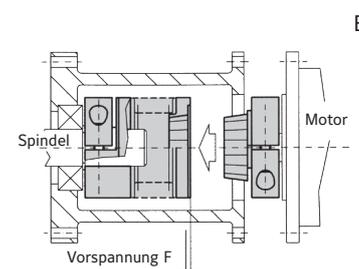

Bild 17
Wichtig! Vor der Montage muss das Einbaumaß der Metallbalgkupplung festgelegt werden, damit nach dem Ineinanderstecken die Vorspannung F erreicht wird (Bild 17). Metallbalgkupplung spielfrei, ohne axialen Druck ineinander stecken. Messen Sie nun die gesteckte Länge A der Metallbalgkupplung und legen Sie das Einbaumaß unter Berücksichtigung der Vorspannung (F) nach Tabelle 1 fest. Den Metallbalg mit einteiliger Nabe und die steckbare Kupplungsnahe mit glasfaserverstärktem Kunststoff auf die Wellenstümpfe aufschieben, bei dem Modell MK6 bis zur Nabenanlage in die Hohlwelle einführen. Bei richtiger axialer Position Befestigungsschrauben mittels Drehmomentschlüssel auf die in Tabelle 1 angegebenen Anzugsmomente anziehen. Kupplungshälften ineinander stecken. Synchronsteckung (S), bzw. Mehrfachsteckung (M) (Bild 16) beachten. Die vor der Montage festgelegte Vorspannung (F) des Metallbalges muss deutlich spürbar sein. So erreichen wir die spielfreie Drehmomentübertragung. Die max. zulässigen Verlagerungswerte werden durch die Vorspannung nicht gemindert.